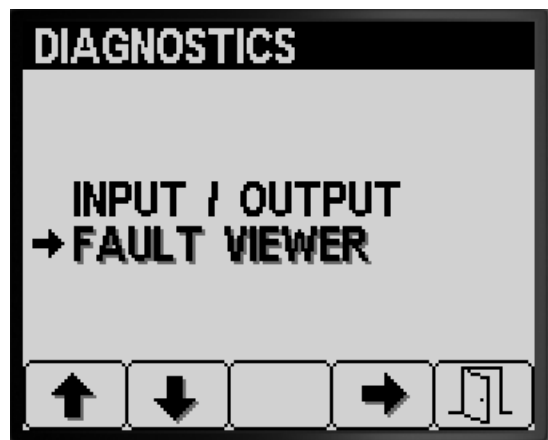

Bild 86
2. Drücken Sie Taste 3, um den Eintrag FAULT VIEWER auszuwählen (Bild 86).
1. Drücken Sie Taste 1 oder Taste 2 auf dem Bildschirm „Diagnostik“, bis Sie die Option FAULT VIEWER erreichen (Bild 86).